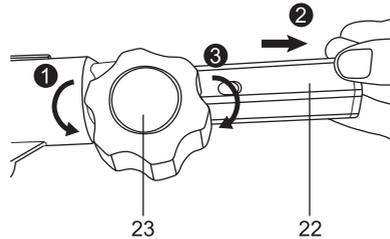

Fig. 2
3. Solte o botão de bloqueio (23) rodando-o para a esquerda, puxe a extensão do cabo (22) para fora. Cuidado, pois o cabo pode ser recolhido rapidamente. Depois, aperte o botão de bloqueio (23) rodando-o para a direita. (Fig. 2)